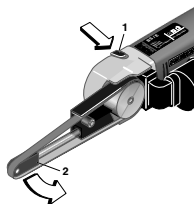

Fig. 6
2. Rastknopf **1** (Fig. 6) eindrücken und dabei den Schleifkopf (2) auf den gewünschten Winkel einstellen.